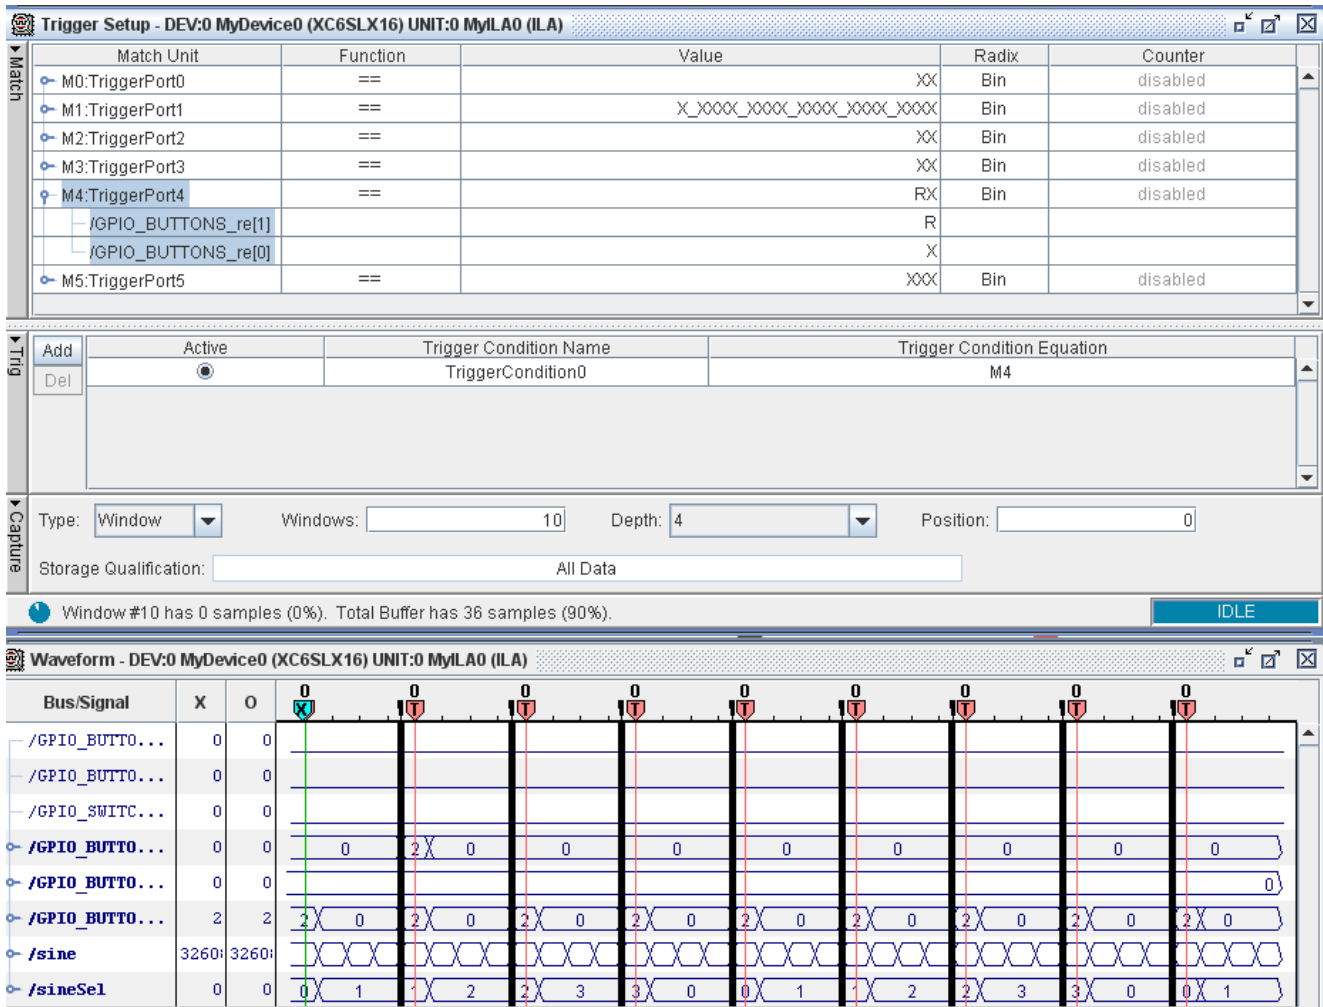

図 8 : 表示設定およびステート マシンのグリッジの例
- [Trigger Setup] ウィンドウの [Trig] エリアで [Trigger Condition Equation] フ列の中をクリックします。表示されるダイアログ ボックスで、正しいマッチ ユニットがイネーブルになっていることを確認します。イネーブルになっている場合は、図 8 のように青色でハイライトされます。
4. [Trigger Setup] ウィンドウの [Capture] エリアで設定を次のように変更します (図 8)。
3. SP601 ボードの [Sine Wave Sequencer] ボタンを押します。キャプチャ設定のすぐ下に表示されるステータスバーから、キャプチャされたウィンドウ数を確認します。ステータスバーは、図 8 に表示されています。ボタンを 1 度押しただけで複数のウィンドウがキャプチャされた場合は、GPIO_BUTTON[1] 入力に問題があります。ウィンドウが 1 つしかキャプチャされなかった場合は、もう 1 度ボタンを押します。このグリッチを再現するには、ボタンを何度か押す必要のあることもあります。